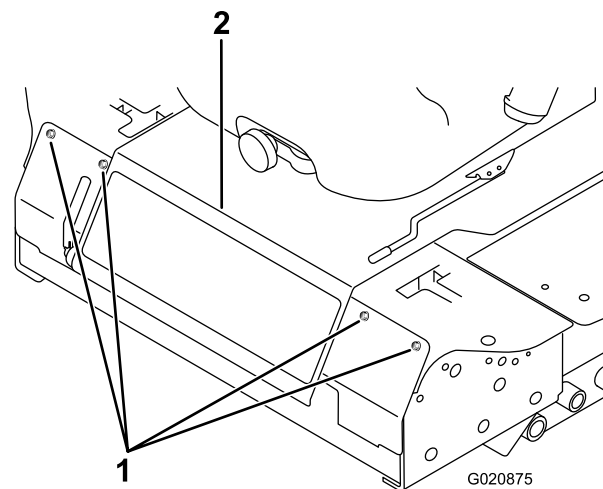

Рисунок 55
3. Снимите болты крепления передней панели и снимите переднюю панель (Рисунок 55).